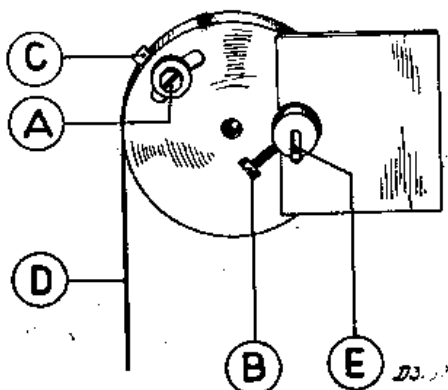

Fig. 6
4. Dévisser la petite vis A (figure 6) et faire tourner le tambour jusqu'à ce que l'aiguille vienne se placer exactement sur 510 m. Pendant cette opération on doit maintenir la